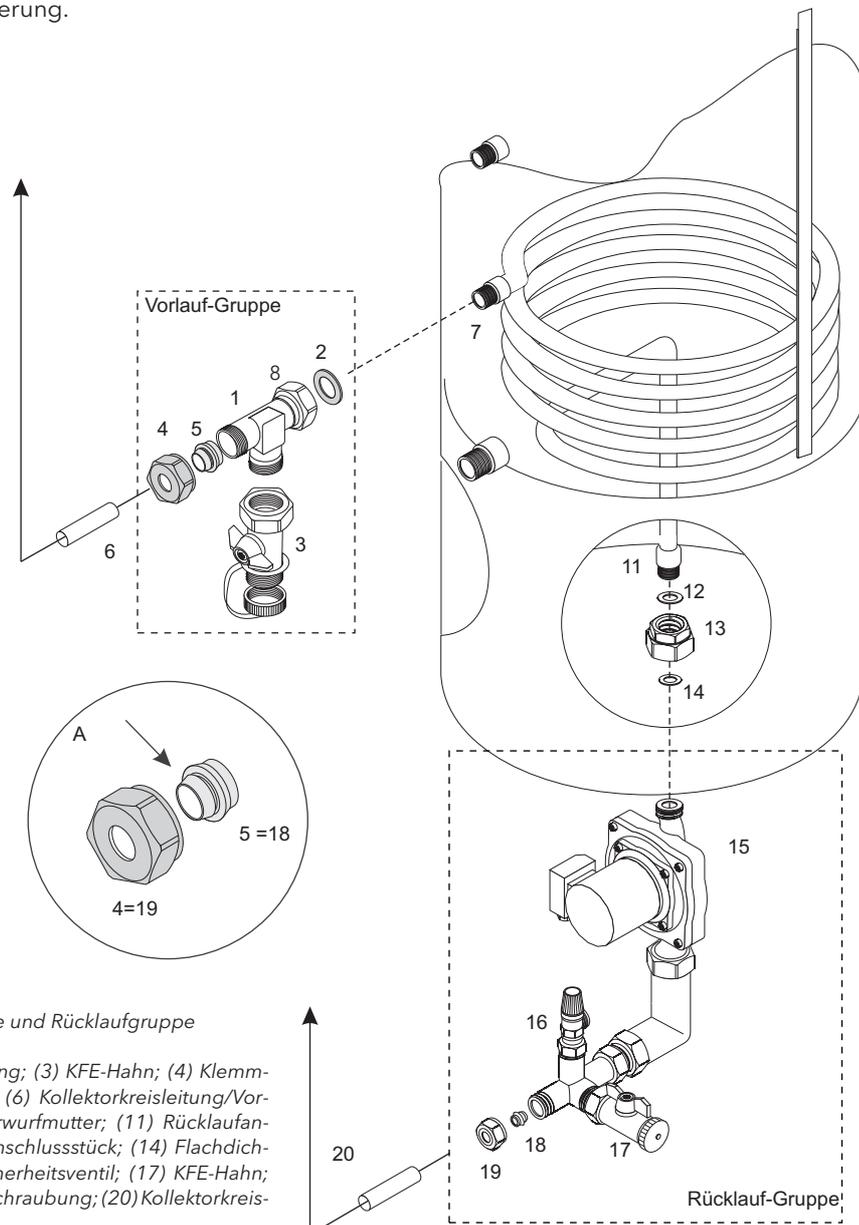

Bild 22 Solarkreis mit Vorlaufgruppe und Rücklaufgruppe (inkl. Umwälzpumpe).
Anschluss der Solargruppen (Bild 22)
Entnehmen Sie bitte aus dem Systemkarton die nach Bild 22 bezeichneten Komponenten:
- Den Solarkreisrücklauf (Bild 22, 20) mit Hilfe der Klemmringverschraubung (18) + (19) an der Rücklaufgruppe und den Solarkreisvorlauf (6) mit der Klemmringverschraubung (4) an der Vorlaufgruppe verbinden. Dazu Rohrenden gerade absägen, entgraten und bis zum Anschlag in die Klemmringverschraubungen einführen. Beim Festdrehen mit passenden Maulschlüsseln gegenhalten.
- In der Vergrößerung A (Bild 22) ist die richtige Einbaulage der Reduzierung (5, 18) zu erkennen. Die Seite mit der kleineren Fläche ist zur Überwurfmutter zu drehen.